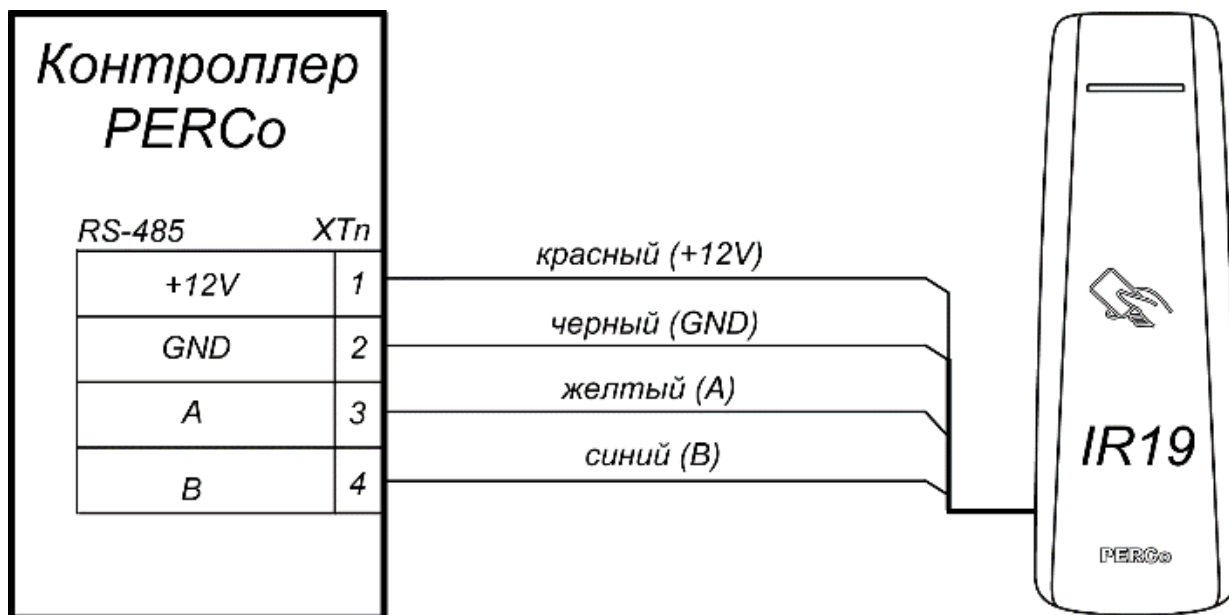

Рисунок 3. Схема подключения считывателя к контроллеру *PERCo* с использованием интерфейса *RS-485*
Индикаторы считывателя предназначены для отражения событий и состояний считывателя и контроллера СКУД. Управление индикацией считывателя контроллером СКУД осуществляется командами по интерфейсу RS-485 (схему подключения см. на рис. 3).
8. Проложите кабель, закрепите его и подключите к контроллеру исполнительного устройства (схему подключения смотри на рис. 3 и 4 в руководстве по эксплуатации на